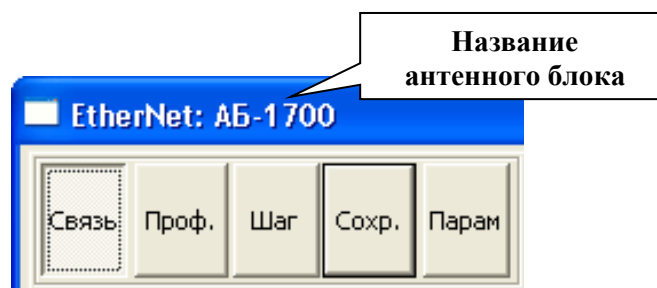
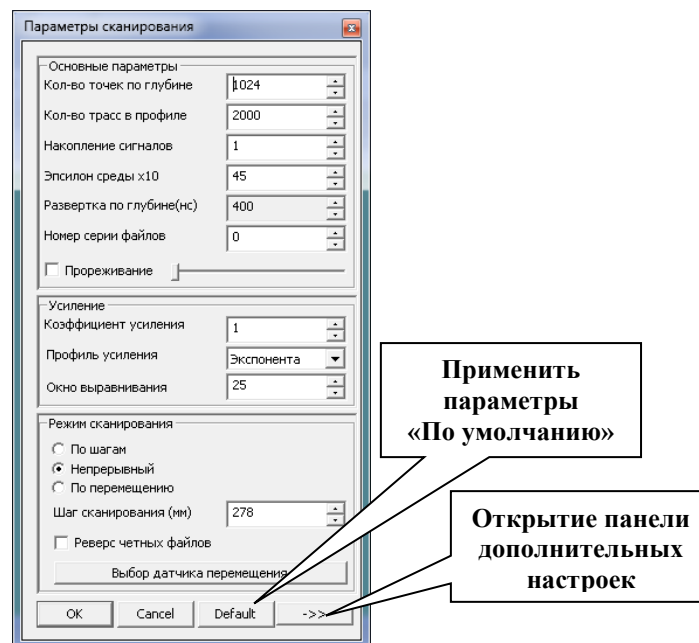

Рис. 3.8 - Кнопки управления процессом сканирования
Рис. 3.12 - Окно «Параметры сканирования»
На Рис. 3.8 показаны все кнопки управления процессом сканирования.
В активированном режиме АРУ (кнопка нажата) происходит выравнивание амплитуд таким образом, чтобы в заданном окне максимальная амплитуда сигнала была приблизительно одинакова. Размер окна выравнивания изменяется в окне «*Параметры сканирования*» (Рис. 3.12, раздел 3.3.4.2).
Окно «Параметры сканирования» (Рис. 3.12) вызывается нажатием кнопки «*Парам*» (Рис. 3.8) и позволяет выставить все параметры, которые используются при сканировании. Визуально окно разделено на области схожих параметров. Для применения параметров по умолчанию нажмите кнопку «*Default*».
- «Режим 'По шагам'» - при работе в этом режиме данные запоминаются в точках, указанных оператором, т.е. каждая новая трасса запоминается после нажатия кнопки «Шаг» (Рис. 3.8), при этом антенный блок во время записи трассы должен находиться в статичном положении. Обычно этот режим используется при сканировании профиля с большим значением накопления, когда на обработку каждой трассы затрачивается длительное время или если работа с датчиком перемещения невозможна, но иногда производится запись с подключенным датчиком перемещения. При этом информация о положении трасс запоминается, а привязка осуществляется при обработке профиля (раздел 4.11.6).